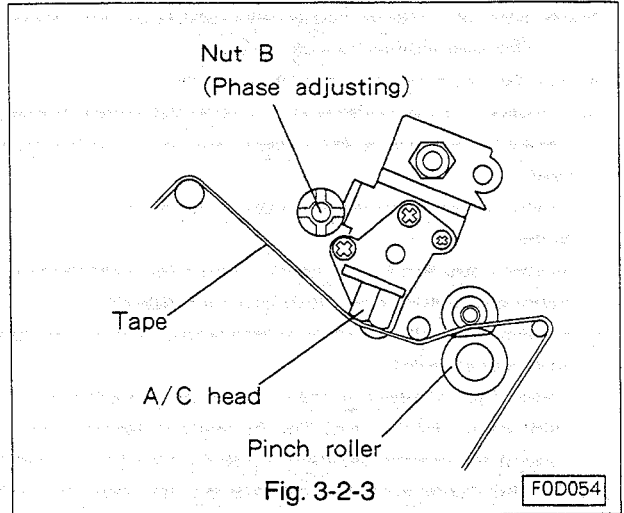

Fig. 3-2-3
**(Refer to Fig. 3-2-3, 3-2-4.)**